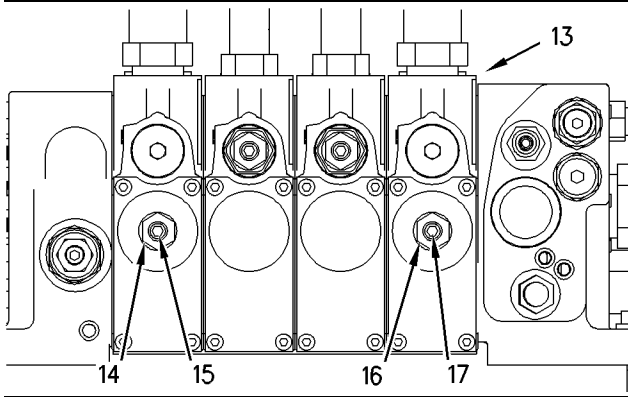

Ilustración 159
3. Encuentre la válvula de control (13). Vea la ilustración 159.
4. Mida la distancia desde la cabeza del tornillo de ajuste (15) a la parte superior de la contratuerca (14). Quite completamente la contratuerca (14). Haga girar el tornillo hacia la derecha hasta que el tornillo esté apretado. Use una llave Allen para hacer girar el tornillo de ajuste hacia la derecha para bajar la pluma. Deje que la pluma baje completamente.
- Nota:** Si es necesario, haga girar el tornillo de ajuste (15) hacia la izquierda para parar el descenso de la pluma.
5. Cuando la pluma haya bajado completamente, gire el tornillo de ajuste (15) hacia la izquierda hasta que éste regrese a su posición original.
6. Apriete la contratuerca (14).
6. En la válvula de control (13), haga girar la contratuerca (14) y la contratuerca (16) una vuelta hacia la izquierda. Haga girar el tornillo de ajuste (15) y el tornillo de ajuste (17) hacia la izquierda cuatro vueltas completas. Vea la ilustración 159.
8. Gire el tornillo de ajuste (15) y el tornillo de ajuste (17) a la derecha. Apriete los tornillos.
9. Apriete la contratuerca (14) y la contratuerca (16).